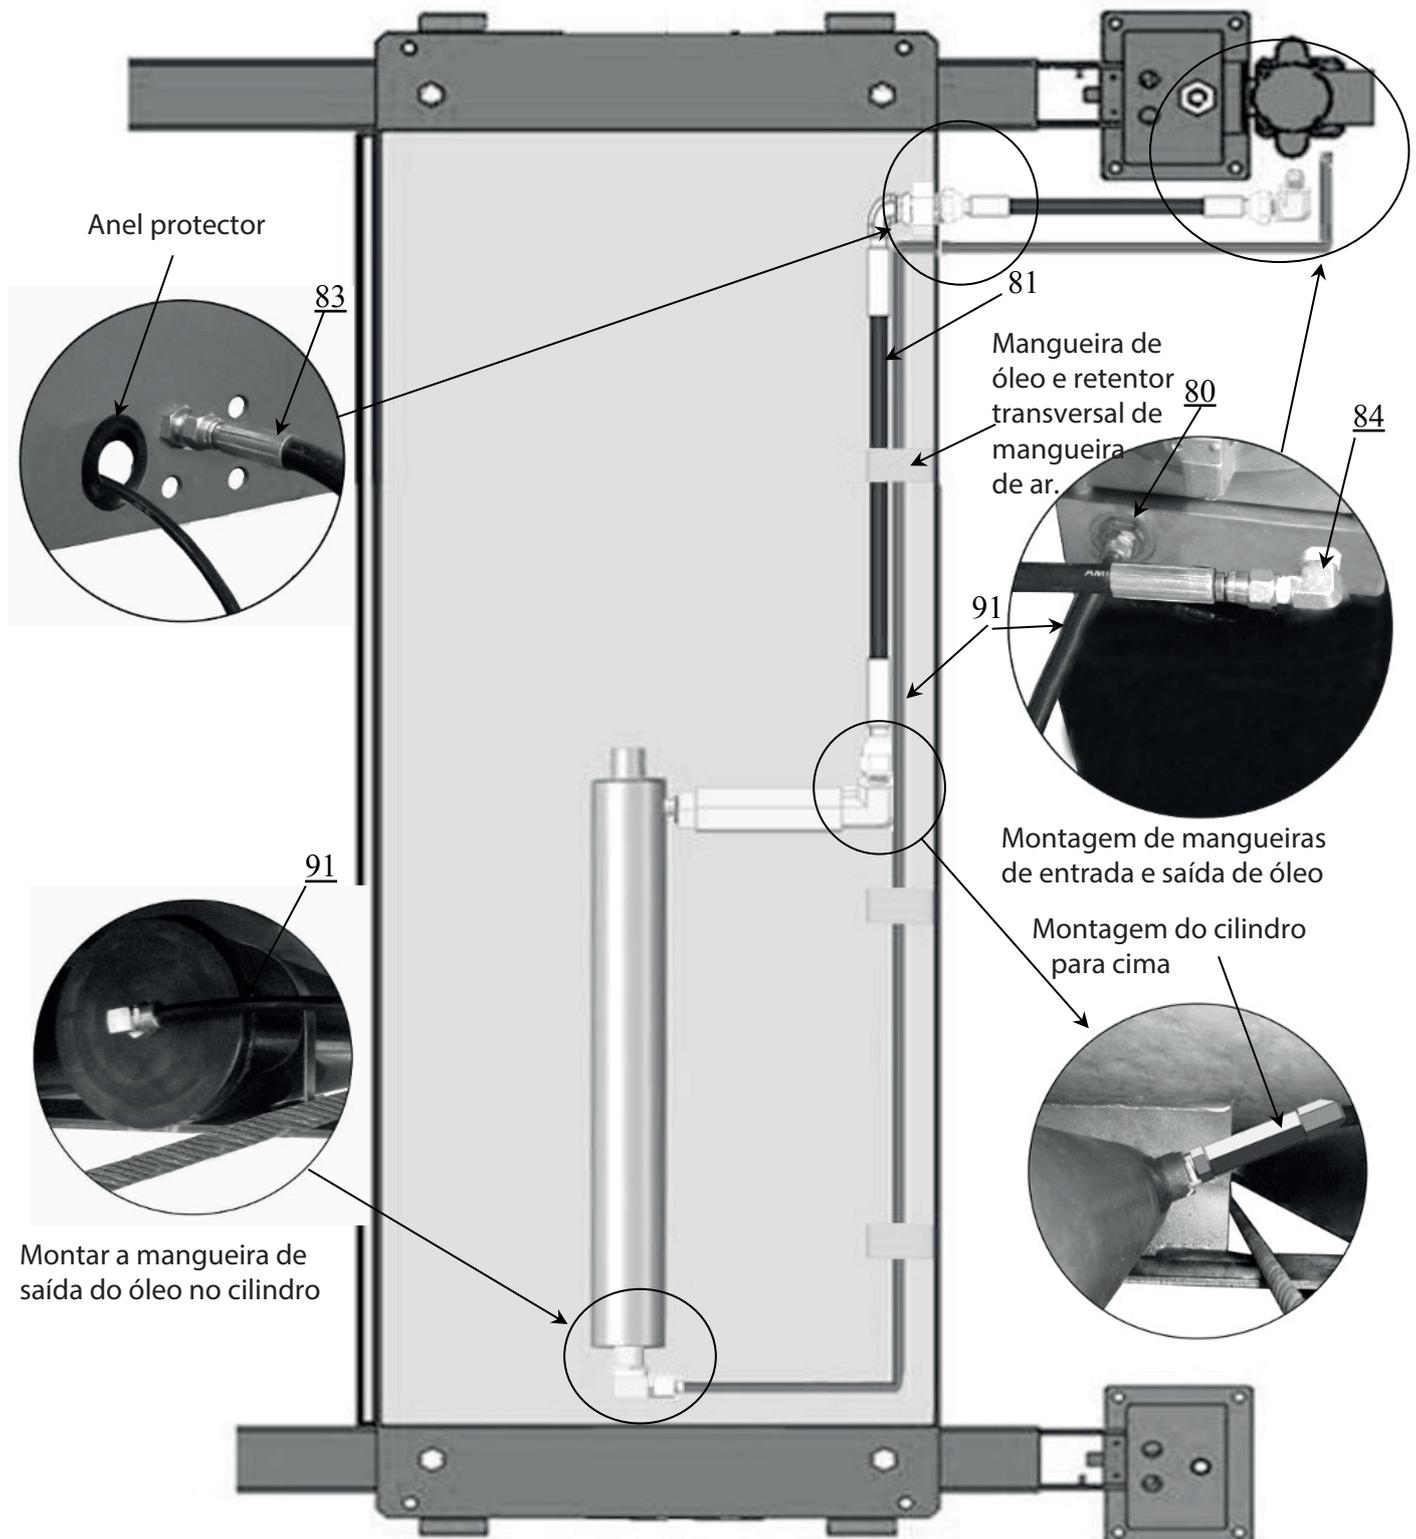

Fig.24
L. Instalar sistema hidráulico (Ver Fig.24):